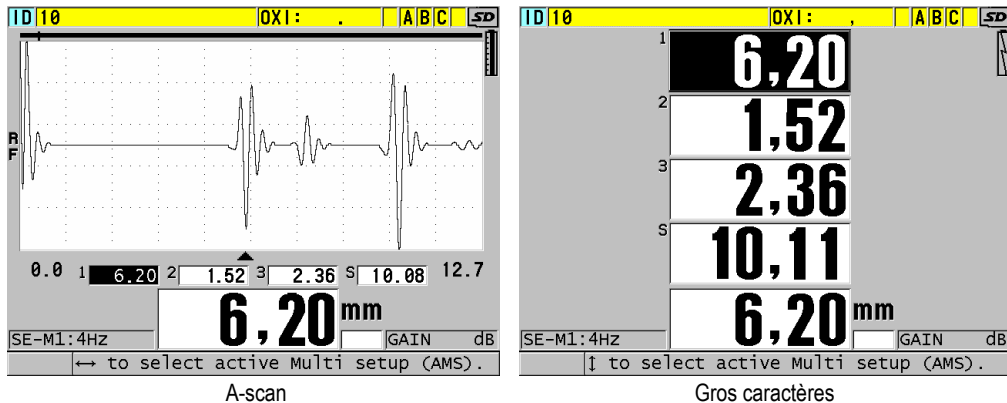

Figure 7-8 Modes d'affichage de mesures multiples avec trois couches et la somme
- d) Réglez le paramètre **MODE D'AFFICHAGE** à (voir la Figure 7-8 à la page 120) :
- c) Réglez le paramètre **MODE D’AFFICHAGE** à **A-SCAN OU GROS CARACTRE** (voir la Figure 7-8 à la page 120).